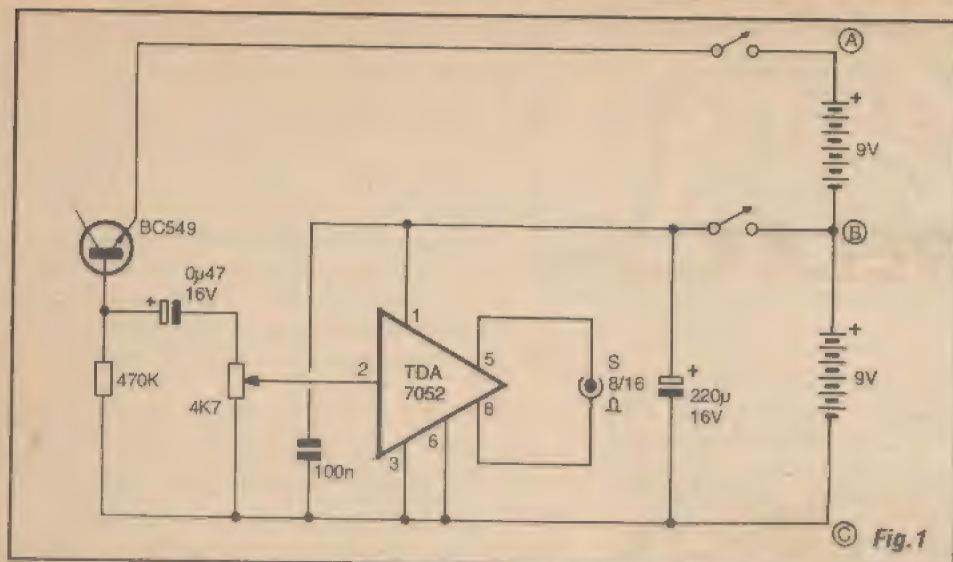

Fig. 1
- FIG. 1 - DIAGRAMA ESQUEMÁTICO DO CIRCUITO - O nó da questão é como gerar o chamado *ruído branco* a partir de um arranjo simples e efetivo, com poucas peças e custo reduzido... O dito *ruído branco* é o nome que se convencionou dar a um sinal composto de uma distribuição uniforme e aleatória de *todas* as frequências audíveis (das mais baixas às mais elevadas...), manifestando-se também em praticamente *todas* as intensi-